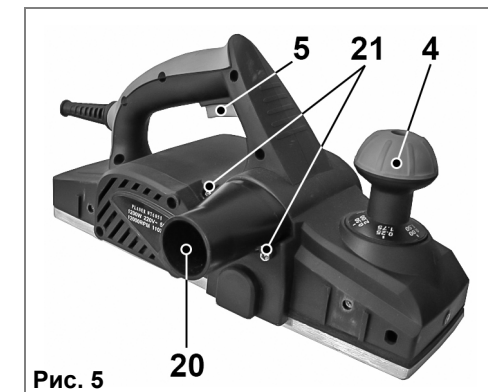

Рис. 5
7.4. Установка адаптера для подключения пылесоса (Рис. 5).